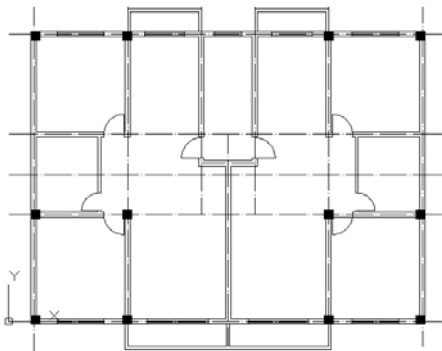

图 15.41 完成阳台的绘制
(5) 采用同样方法完成其他阳台的绘制, 最终效果如图 15.41 所示。